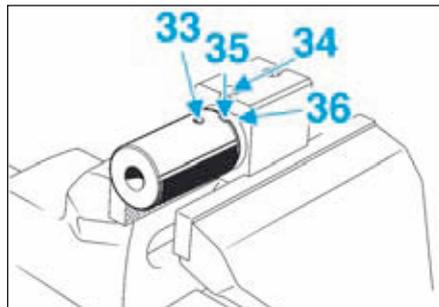

FIG.71
- Insérer l'arbre intermédiaire dans le socle en respectant l'alignement du logement de la goupille (33) avec le trou (34) du socle et la rainure (35) face à l'ergot du socle (Fig.71).